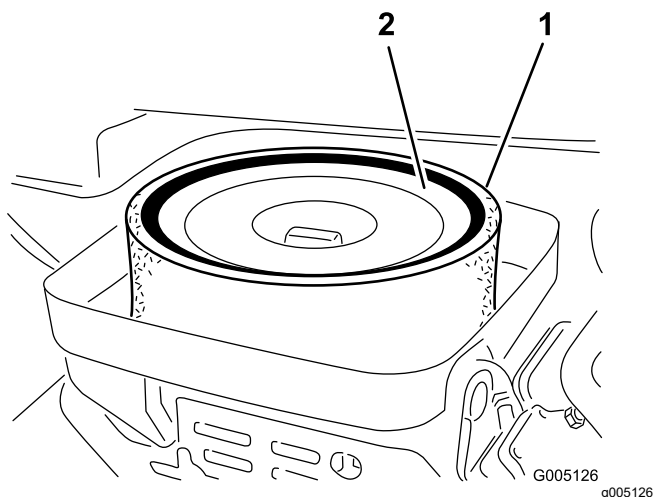

Figura 28
3. Retire a porca de orelhas que fixa os elementos de filtragem ao corpo do filtro de ar (Figura 28).
4. Se o elemento de esponja se encontrar sujo, deverá retirá-lo do elemento de papel (Figura 28). Limpe-o cuidadosamente, da seguinte forma: